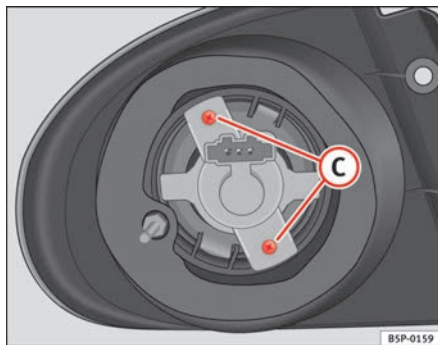

Fig. 192 Indicatore di direzione
- Svitare le viti ⇒ pag. 271, fig. 192 **C** dei portalamпада e tirare.
- Rimuovere le viti ⇒ fig. 192 C dei portalampane e tirare.